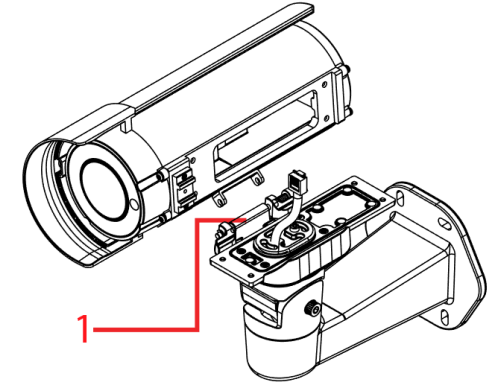

Abbildung 5
- Platzieren Sie die Kamera am Scharnier (1) (Abbildung 5) und geben Sie den Stift frei. Die Kamera ist nun am Halterungsarm angebracht.